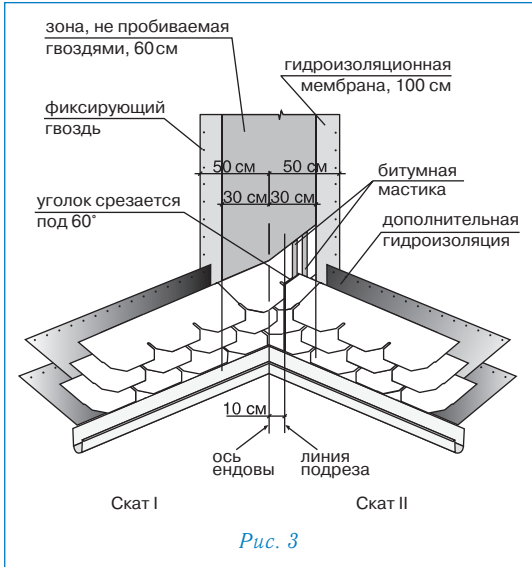

Рис. 3
- лист, подходящий к ендове со ската II, должен доходить до линии подрезки и обрезать по ней. Верхний уголок обрезанного края листа подрезается под углом 60° (5×3 см — рис. 3);